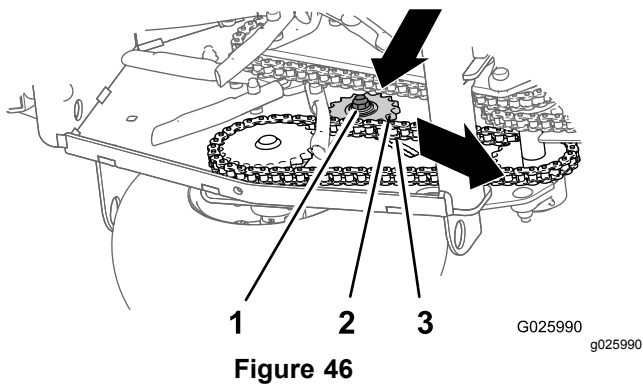

Figure 46
3. Contrôlez la tension des chaînes des roues motrices (Figure 46).
4. Desserrez le contre-écrou et le boulon de carrosserie qui fixent le pignon de tension (Figure 46).
- Poussez le pignon vers le bas et l'avant pour augmenter la tension de la chaîne, comme montré à la Figure 46.